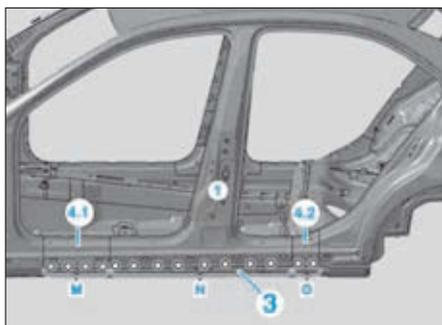

FIG. 86
- Poser la partie extérieure du montant B (1) et les morceaux du longeron latéral extérieur (4.1 et 4.2), les ajuster et les fixer (Fig.86).
- Percer de Ø 6,7 mm des trous de rivet sur la partie extérieure du montant B (1) et sur les morceaux du longeron latéral extérieur (4.1 et 4.2) dans les zones (M, N et O).